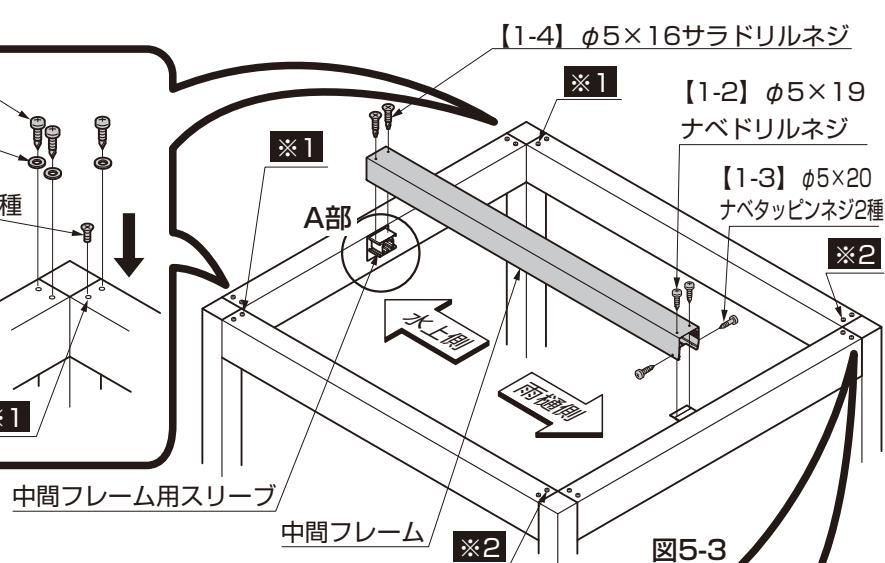

図5-3
①中間フレームを中間フレーム用スリープ、中間フレーム取付金具に【1-2】、【1-3】、【1-4】で取付けてください。(図5-3参照)